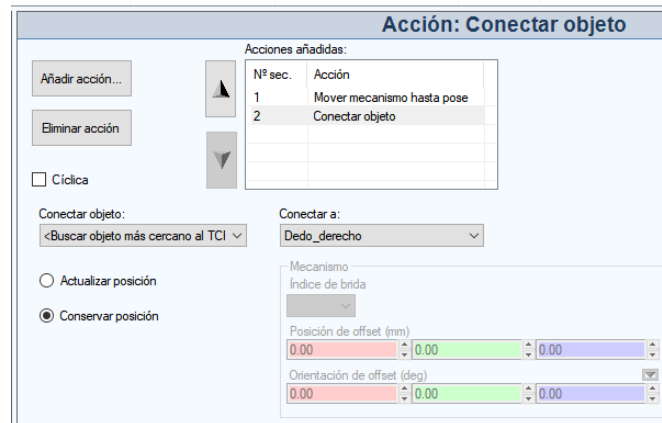

Figura 12. Acción de conectar objeto añadida al Evento de Abrir Pinza (DO_Pinza = 1)
1. Ve al menú “Gestor de Eventos” de la pestaña *Simulación*, selecciona el evento relacionado con el cierre de la pinza y **añade una acción de tipo “conectar objeto”**. Selecciona el objeto más cercano, y conéctalo a la herramienta, conservando su posición (Figura 12)